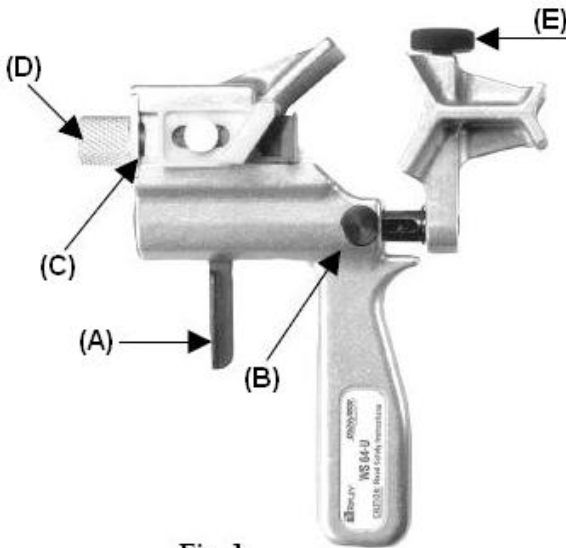
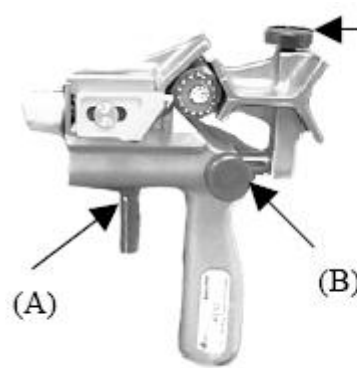

Fig. 1
Fig. 2
Paso 1. Las dos mordazas intercambiables permiten trabajar con diferentes calibres de cables. La Fig. 1 muestra la mordaza grande para calibres mayores. La Fig. 2 muestra la preparación de un cable de calibre menor con la mordaza pequeña. Retire la perilla (E) para intercambiar la mordaza.
Paso 2. Tire del gatillo (A) para abrir la mordaza como se muestra en la Fig. 2 arriba. Coloque la herramienta en el cable. Libere el gatillo (A). Apriete la perilla (B) para asegurar la herramienta en el cable.